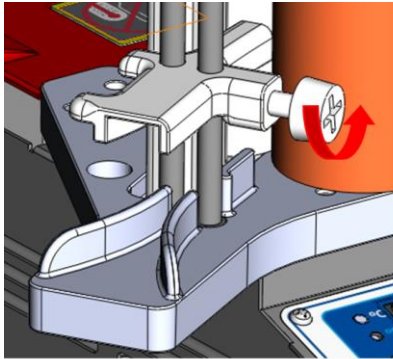

Fig4
- Schraube lösen (Fig4) und ein Probestück der Kante einlegen